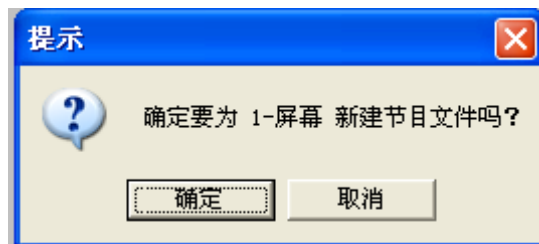

图 5
□ **新建** : 点击新建按钮，弹出对话框，新建当前屏幕下的节目，如图5所示，选择确定，则新建当前屏幕下的节目。